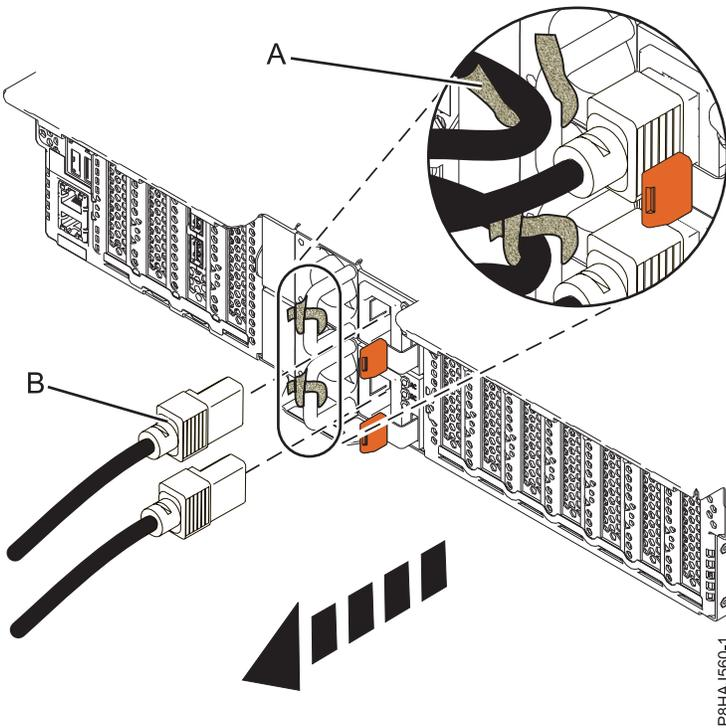
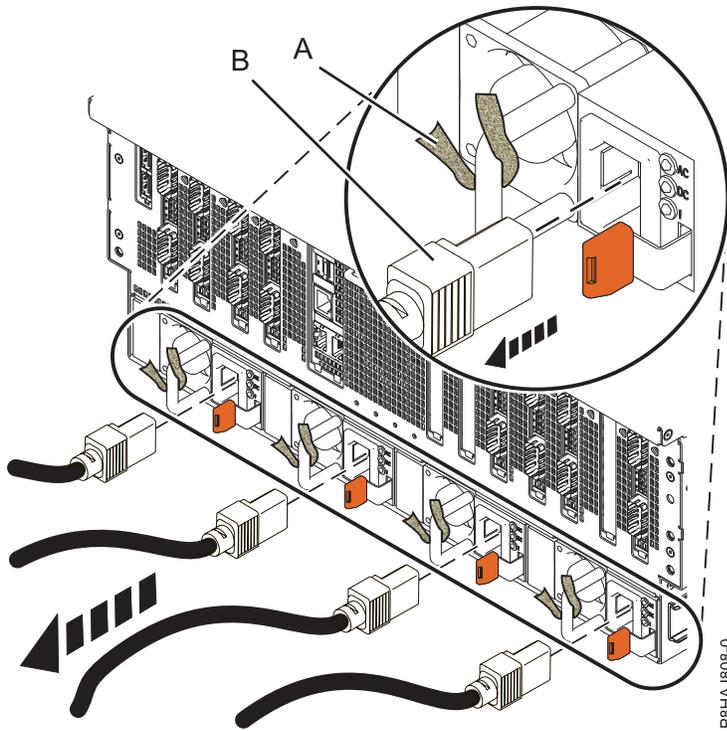

Abbildung 38. Netzkabel bei einem System vom Typ 5148-21L, 5148-22L, 8247-21L, 8247-22L, 8284-21A oder 8284-22A abziehen
Abbildung 39. Netzkabel bei einem System vom Typ 8408-44E oder 8408-E8E abziehen
3. Ziehen Sie die Netzkabel (**B**) von der Systemeinheit ab. Siehe Abbildung Abb. 37 auf Seite 56, Abb. 38 auf Seite 56 oder Abb. 39 auf Seite 57 (abhängig von Ihrem Systemtyp).